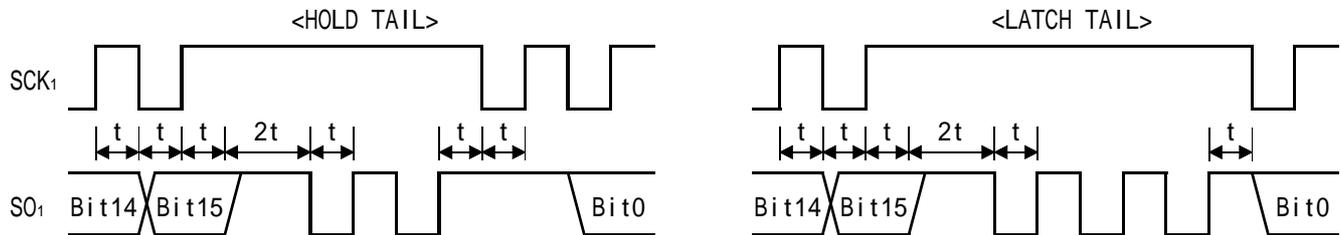

図4 HOLD TAILとLATCH TAILの出力波形
- ・TAIL MARKにはHOLD TAILとLATCH TAILがあります。HOLD TAILとLATCH TAILの出力波形を図4に示します。図4中の時間tはSCR1のCKS2～CKS0により設定された転送クロックにより決まる時間です。
(1) 図4に動作原理を示します。図4に示すようなハードウェア処理、およびソフトウェア処理によりSSB通信を行ないます。